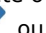

Fig. 9
- Para alterar o idioma do equipamento, estando na tela do programa (Fig.6), pressionar o botão voltar/menu  para acessar o menu principal e, após, navegar até o submenu "Configuração" (Tab.4-2), utilizando os botões de seleção inferior  ou superior  e o botão confirmar/início . Selecionar a opção "Idioma" com os botões de seleção e com o botão confirmar/início. Para navegar entre as opções de idioma disponíveis (Fig.9), utilizar os botões de seleção, confirmando o desejado com o botão confirmar/início.
- Para alterar o tempo em que as imagens do descanso de tela serão exibidas, quando a autoclave estiver em repouso, conectada à energia e com a porta fechada, basta selecionar a opção "Descanso de tela" (Fig. 9), dentro do submenu "Configuração" (Tab. 4-2), citado no passo anterior, e escolher o tempo desejado. Para cancelar a exibição das imagens, enquanto estiver em descanso de tela, basta pressionar qualquer botão.
1. Para habilitar a conexão na autoclave, na tela do programa o usuário deve pressionar o botão confirmar/início , acessando assim o menu principal (Tab.4), navegar até o submenu "Configuração" (Tab.4-2), utilizando os botões de seleção inferior  ou superior , navegar até a opção de "USB" (Fig.9) e utilizar o botão confirmar/início  para habilitar a conexão. Para cancelar/desabilitar a conexão, utilizar o botão voltar/menu  ou ejetar a unidade pelo próprio computador.